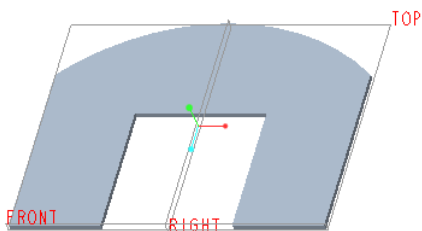
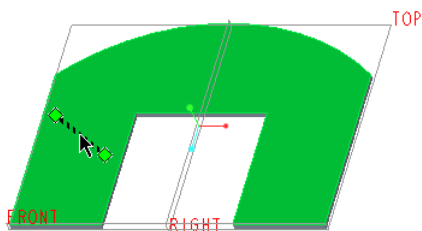

图 1-183 钣金件模型
图 1-184 选择要放置折弯的曲面
(1) 在 Creo Parametric 4.0 界面的“快速访问”中单击 (打开) 按钮, 系统弹出“文件打开”对话框, 浏览并选择 bj_1_5_1a.prt 文件, 单击“打开”按钮。文件中存在着的钣金件模型, 如图 1-183 所示。
(2) 在功能区“模型”选项卡的“折弯”组中单击 (折弯) 按钮, 打开“折弯”选项卡。
(3) 在“折弯”选项卡中单击 (将材料折弯到折弯线) 按钮, 并单击 (角度折弯) 按钮以使用值来定义折弯角度, 接着在 (折弯角度) 下拉列表框中选择“90”以设置折弯角度为 90°, 注意选择 (通过测量自直线开始的偏移来标注折弯角度) 图标选项来确定测量折弯角度的方法。
(4) 在“折弯”选项卡中打开“放置”面板, 可以看到此时“折弯曲面或折弯线”收集器处于激活状态, 在图形窗口中选择要放置折弯的曲面, 放置控制滑块随即出现在曲面参考上, 如图 1-184 所示。